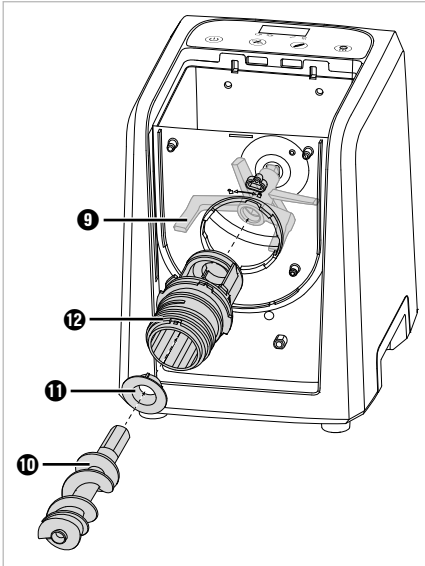
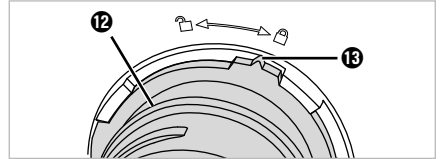

Abb. 3
Abb. 4
- 4) Schieben Sie das Lager **11** so in das Ende der Halterung **12**, dass die drei Nasen am Lager **11** in die Ausparungen in der Halterung **12** rutschen (**Abb. 3**).
- 5) Montieren Sie die Halterung **12** an den Teigbehälter **15**. Schieben Sie die Halterung **12** dazu mit dem schmalen Ende durch die runde Öffnung des Teigbehälters **15** (**Abb. 3**). Die Halterung **12** passt nur in einer Position durch die Öffnung, die Markierung **13** zeigt dabei auf das -Symbol am Teigbehälter **15**. Drehen Sie die Halterung **12** im Uhrzeigersinn fest, bis die Markierung **13** an der Halterung **12** auf das -Symbol zeigt (**Abb. 4**):
- 6) Schieben Sie dann die Teigwelle **10** mit dem schmalen Ende durch die Halterung **12** in die Aufnahme des Knethakens **9** (**Abb. 3**). Greifen Sie bei Bedarf von oben in den Teigbehälter **15** und wackeln Sie ein wenig am Knethaken **9**, bis Sie die Teigwelle **10** reinschieben können.